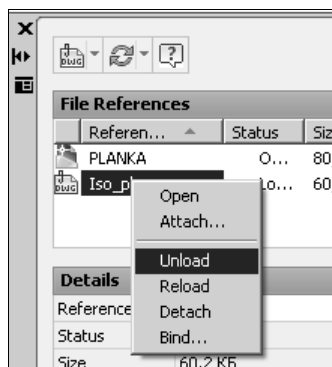

Рис. 18.18. Контекстное меню для выполнения операций над внешней ссылкой
2. Для выполнения операций над отмеченной в списке внешней ссылкой вызовите контекстное меню (рис. 18.18), щелкнув на ссылке правой кнопкой мыши.